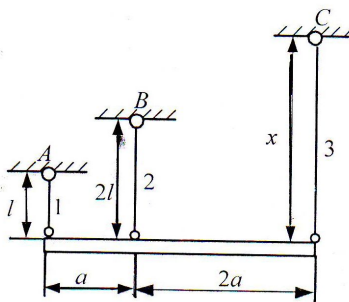

图 1-4
4. 如图 1-4 所示, 三个铅垂杆材料和横截面尺寸相等, 各杆温度均升高  $T$ , 不计结构的自重及水平刚性梁温度引起的尺寸变化, 杆 3 长  $x =$  \_\_\_\_\_ 时各杆内不产生